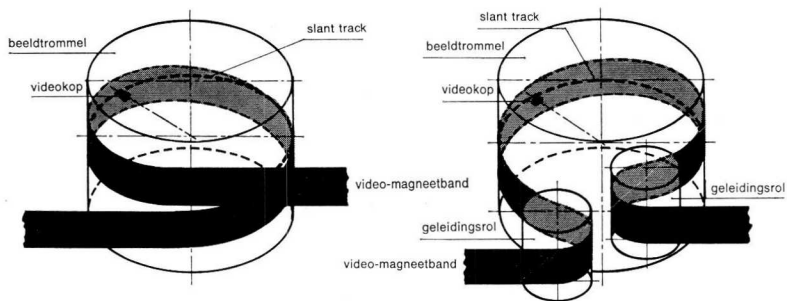

Fig. 1:  $\alpha$ - (links) en  $\Omega$ - (rechts) bandgeleiding.
- Alpha ( $\alpha$ )-geleiding** De →videoband ligt bij →slant track →video-recorders in de vorm van de kleine alpha ( $\alpha$ ) uit het griekse alfabet, om de →koptrommel. →Omega-geleiding en →fig. 1, blz. 9.